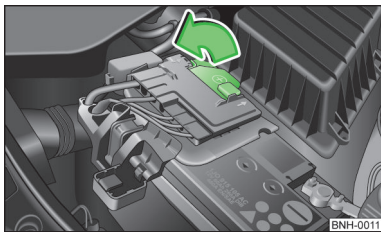

Fig. 130
- Deschideți capacul în sensul indicat de săgeată » fig. 130.